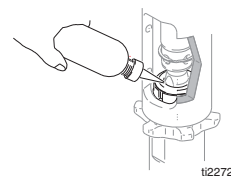

FIG. 12
3. (Afb. 12) Vul de pakkingmoer met Graco TSL.